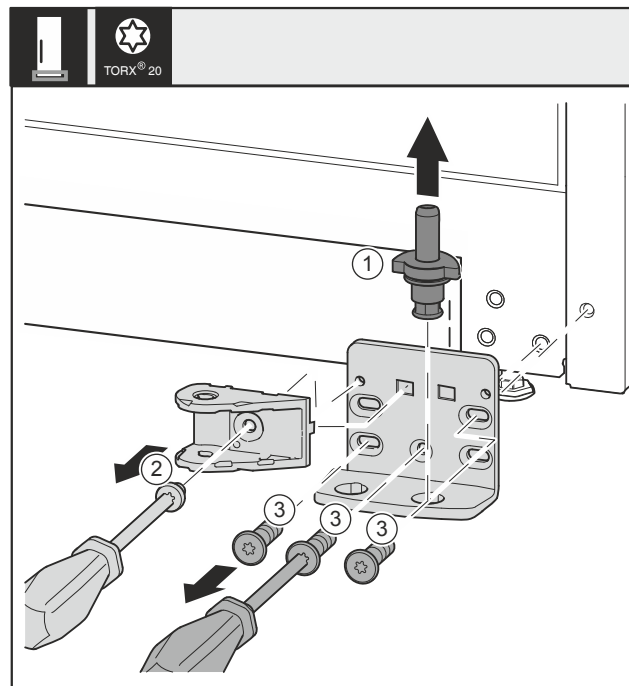

Fig. 33 *
- ▶ 将轴承螺栓 Fig. 33 (1) 完全向上拉出。*
- ▶ 将螺钉 Fig. 33 (2) 用螺丝刀旋开并取下关门阻尼器连接装置。*
- ▶ 将螺钉 Fig. 33 (3) 用螺丝刀旋开并取下托架。*